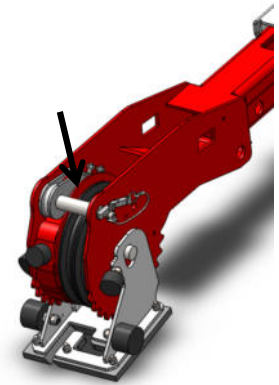

Figura: 55
- Fissare l'asola del cavo al gruppo di testa. Il cavo deve passare dal lato interno del gruppo di testa nel passaggio della plastica, quindi il perno può passare attraverso l'asola del cavo. Bloccare il perno (v. Figura: 55